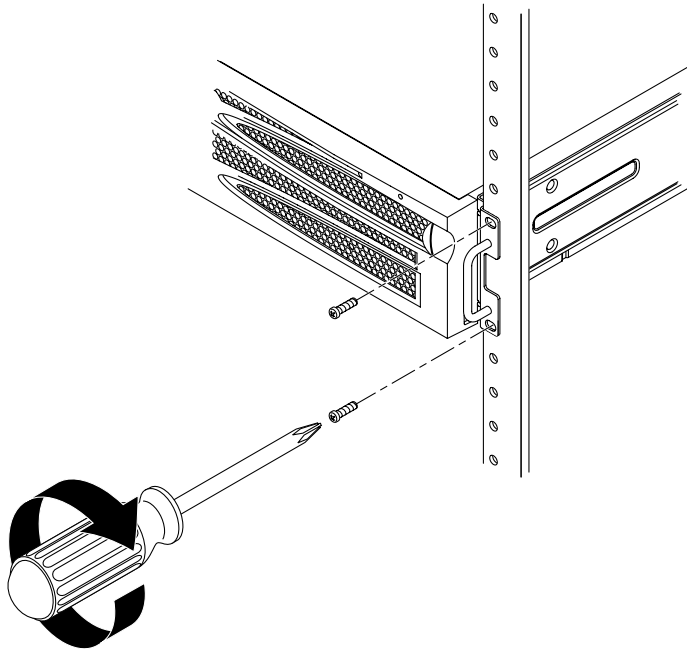

BILD 3-13 Skruva fast serverns framsida i racket
15. Använd två skruvar per sida och skruva fast den främre delen av de fasta skenorna som sitter på serverns sidor på rackets framsida (BILD 3-13).